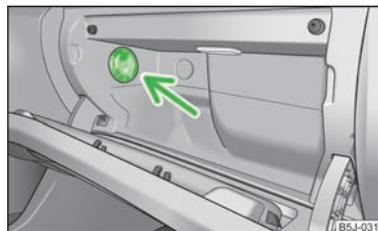

Fig. 60
- Faites tourner le bouton rotatif » fig. 60 pour l'arrivée ou la coupure de l'air.